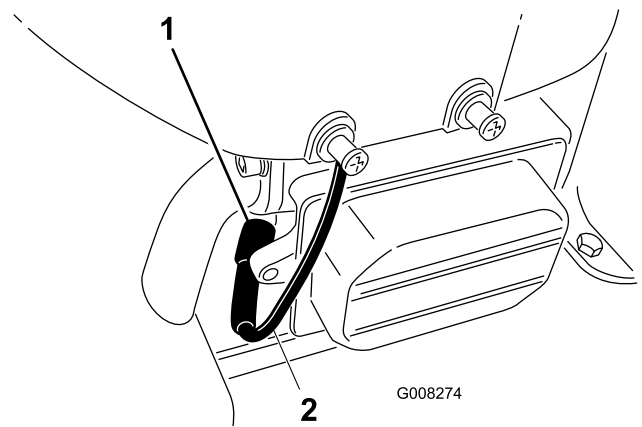

Figura 25
- Desconecte el cable de la bujía (Figura 25).
- Retire la bujía y la arandela de metal (Figura 25).
3. Conecte el cable de la bujía (Figura 25).